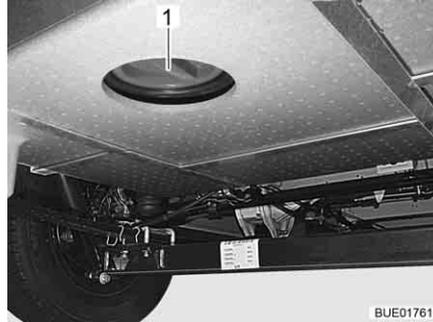

Bild 230 Reinigungöffnung Abwassertank
- Reinigungsöffnung (Bild 230,1) am Abwassertank und Ablasshahn öffnen.